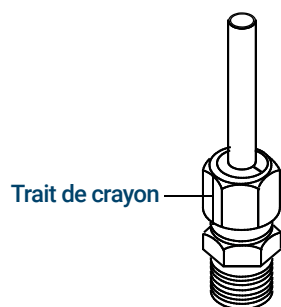

Figure 18. Marquer le raccord
- 7 Faites une marque au crayon sur l'écrou. Voir la section **Figure 18**.